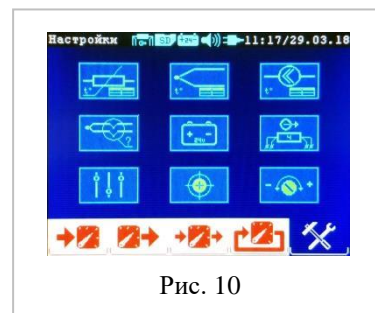

Рис. 10
4.1.6 Вкладка «Настройки», рис. 10